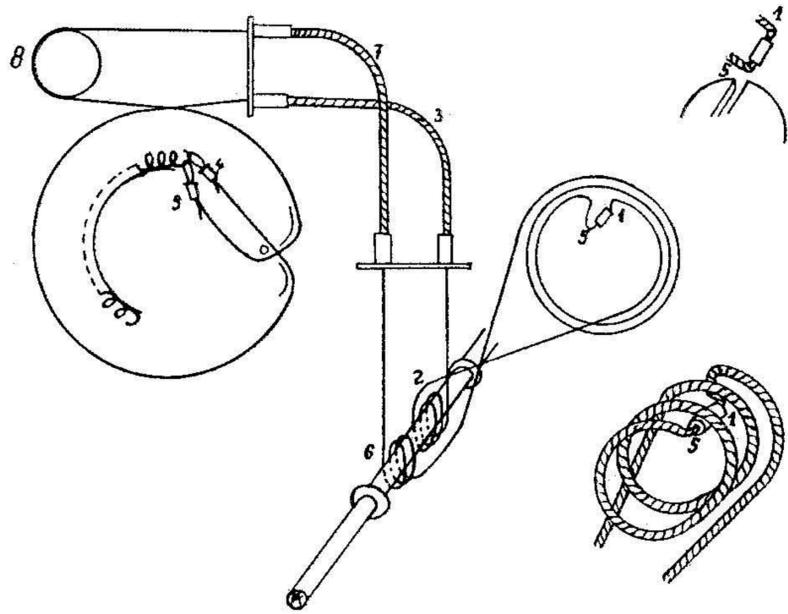

Fig. 2
en avant le tambour. L'on peut de cette façon introduire la surliure placée le long de la ficelle dans le petit tambour d'entraînement, fig. 2 en haut à droite. Remettre le tambour et la bague d'arrêt en laiton. Faire attention pendant ce travail que le ressort de tension du câble d'aiguille soit toujours tout à gauche et que la fente dans le petit tambour soit en haut.
Fig. 2. La surliure sur la ficelle est introduite dans le petit tambour et les brins de la ficelle sortent par la fente, le plus court (1) étant en arrière du côté châssis. Cette partie courte est enroulée d'un demi tour dans le sens des aiguilles d'une montre autour du tambour, puis de $2\frac{1}{2}$ tours dans le sens inverse des aiguilles d'une montre autour de l'axe d'entraînement d'avant en arrière (2). La gaine de câble est mise en place (3) dans ses logements, la ficelle enroulée autour du tambour du condensateur variable est accrochée au ressort dans le tambour (4). Le long brin de la ficelle (5) est enroulé de $2\frac{1}{2}$ tours en sens inverse des aiguilles d'une montre autour du petit tambour d'entraînement d'arrière en avant, puis de $2\frac{1}{2}$ tours autour de l'axe d'entraînement dans le sens des aiguilles d'une montre d'arrière en avant (6). La gaine de câble est mise en place dans ses logements (7). Ensuite, la ficelle fait le tour de la poulie en laiton (8) au-dessus du variable, est enroulée autour du tambour d'entraînement du variable et accrochée au ressort de tension (9).